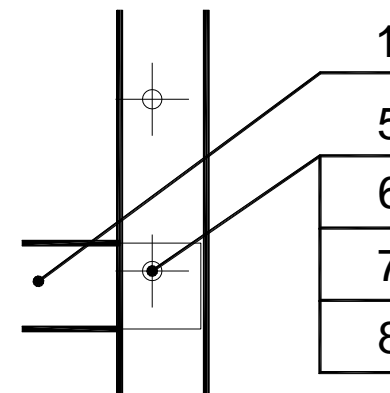

Рис. 3.
4.3 Все остальные полки – совместить отверстия в полке, опоре и скрепить при помощи болта, гайки и шайб (см. рис.3).